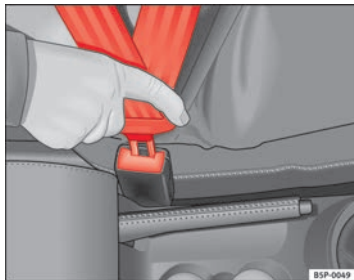

Abb. 11 Gurtschloss und Schloßzunge des Sicherheitsgurtes
- Stecken Sie die Schloßzunge in das zum Sitz gehörende Gurtschloss, bis es hörbar einrastet ⇒ **Abb. 11**.